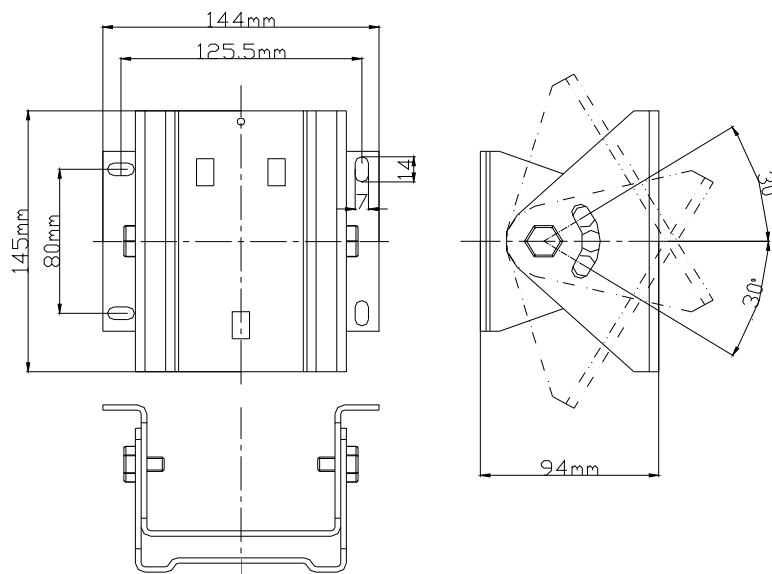

图 1-79
- 用 M5 的螺钉将探测器固定在调节架上，调节架可沿轴心转动 60° 调节架示意图如图 1-79 所示：